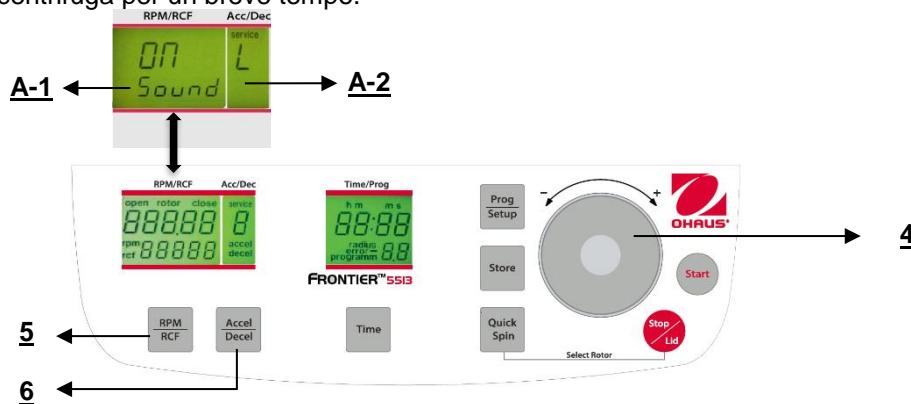

Figura. 30
Procedere come descritto al punto 4.1.2 per inserire questa modalità programma e poi premere il tasto **"Accel/Decel"** (6). Sul display **"Acc/Dec" (A-2)** lampeggia la parola **"Service"**. Selezionare adesso la lettera **"L** con la quadrante di regolazione (4). Di conseguenza, compaiono le parole **"On Sound"** sul display **"RPM/RCF"** (A-1). Se adesso si preme il tasto **"RPM/RCF"** (A-1), lampeggia la parola **"On"** e si può disattivare la suoneria, con la quadrante di regolazione(4) (Vedere figura 30).